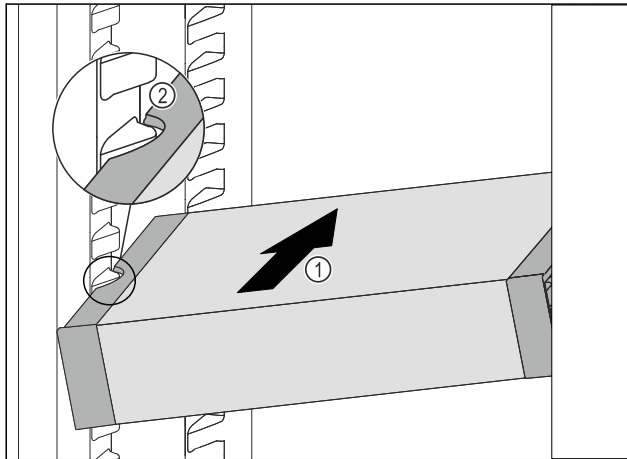

Fig. 100
- Työnnä VarioSafe vinossa asennossa jääkaappiosaan Fig. 100 (1), kunnes VarioSafen sivuilla olevat lovet Fig. 100 (2) ovat jääkaappiosassa olevien kotelokiilojen tasolla.